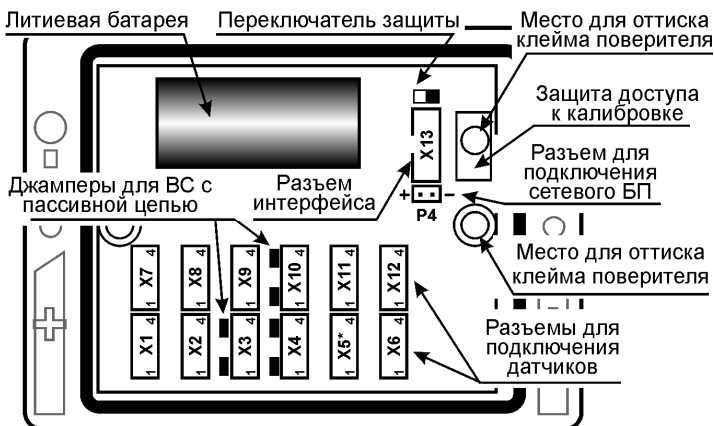
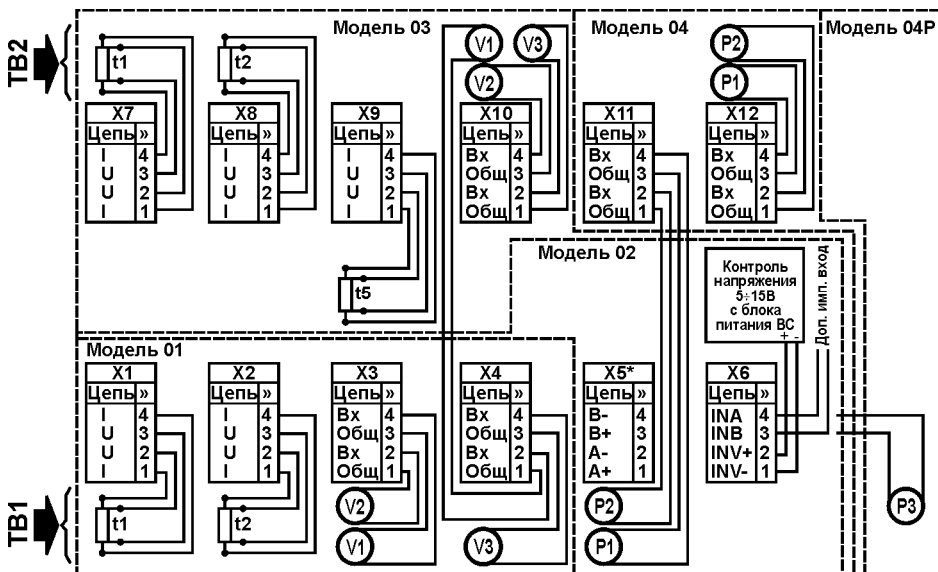

Рис. 5.3 – Вид снизу на снятую крышку ВКТ-7
Рис. 5.4 – Схема подключения датчиков к разъемам ВКТ-7
Контроль наличия сетевого питания в вычислителях организован путем подачи напряжения 5...15 В на контакты 1 и 2 разъема X6 (рис. 5.4). Вход контроля имеет гальваническую развязку. Максимальное значение тока потребления не превышает 15 мА.
- от блока питания одного из расходомеров (см. схему подключения рис. 5.4);
При установке сетевого блока питания исполнения **02** в качестве сигнала контроля сетевого питания используется непосредственно напряжение питания 3,6В, подаваемое на разъем Р4 (см. рис. 5.3). Напряжение на разъеме X6 в данном случае игнорируется.
В случае пассивного типа выхода следует установить перемычку (джампер), показанную на рис. 5.3 слева от соответствующего разъема X3, X4 и X10, а при активном – снять ее.
Разъемы для подключения внешних цепей находятся на модуле в верхней части ВКТ-7. Размещение разъемов приведено на рис. 5.3, а схема подключения датчиков – на рис. 5.4. При поставке ВКТ-7 ответные части разъемов и джамперы установлены.
- убедиться, что левее каждого из имеющихся на модуле (установлен на крышке корпуса) разъемов X3, X4 и X10 установлены джамперы (рисунок 5.3). В противном случае джамперы следует установить, взяв их из состава поставки комплекта соединителей;
- при автоматизированной проверке убедиться, что в вычислителе установлен адаптер RS232 или универсальный адаптер RS485/RS232. В противном случае (установлен адаптер RS485 или адаптер отсутствует) следует подключить к разьему X13 (рисунок 5.3) адаптер RS232, взяв его состава поставки комплекта соединителей.